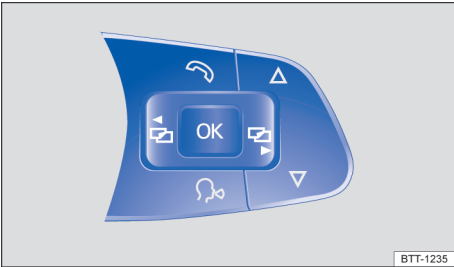

Fig. 11 En el volante multifunción: teclas para utilizar los menús del cuadro de instrumentos.
2. Si se muestra un mensaje o el pictograma de un vehículo, pulse la tecla **OK** → fig. 11.
3. Para cambiar de una opción a otra del menú principal, pulse la tecla **↩** o **↪** → fig. 11 varias veces.
1. Pulse la tecla con flecha **Δ** o **▽** → fig. 11 hasta que se marque la opción de menú deseada.
2. Para abrir el submenú, pulse la tecla **OK** → fig. 11.
1. Realice las modificaciones deseadas mediante las teclas con flecha **Δ** y **▽** → fig. 11. Para aumentar o reducir los valores más rápidamente, mantenga presionada la tecla con flecha.
2. Marque y confirme la selección con la tecla **OK** → fig. 11.